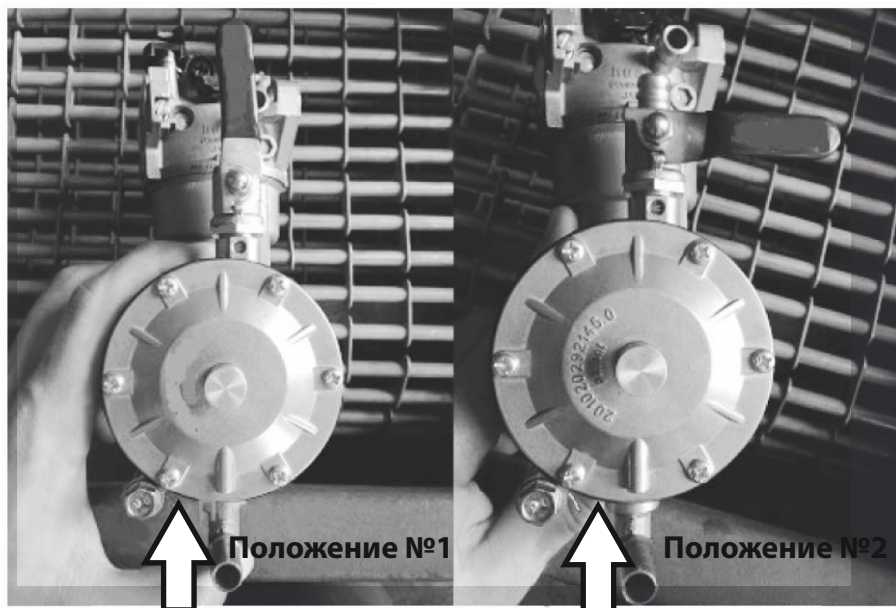

Рис. 2.
1. У якості палива використовується бензин марки AI-92, а також побутовий зріджений балонний газ: пропан і бутан, бутан і магістральний газ (див. також рис. 2).
3. При використанні бензину перевести важіль керування повітряною заслінкою у крайнє ліве положення при запуску холодного двигуна и в проміжне положення при запуску прогрітого двигуна. При використанні газу натиснути на декілька секунд кнопку в центрі регулятора (поз.1, рис.2) для заповнення впускної трубки газом, після чого відпустити кнопку.